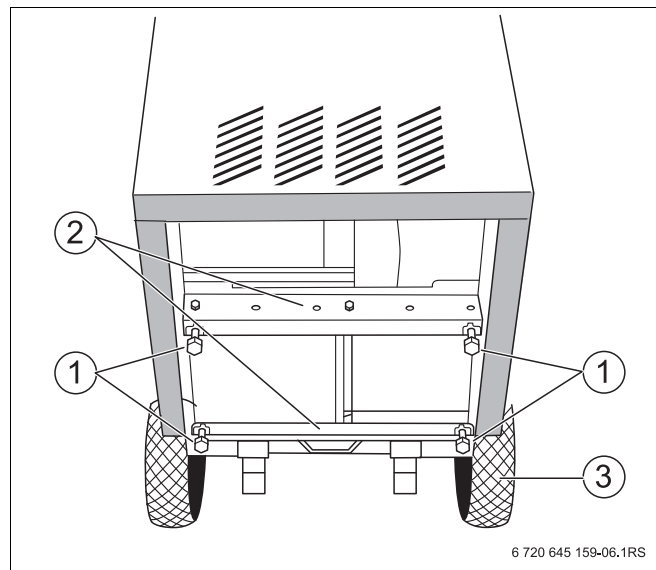

Рис. 6 Установка опорных болтов с помощью тележки для транспортировки котла
С помощью опорных болтов (Рис. 6, поз. 1) можно компенсировать возможные неровности фундамента или площадки, выровняв котел строго горизонтально.
- Котел, установленный на тележке для транспортировки (Рис. 6, поз. 3), слегка наклонить назад (Рис. 6).
- Закрутить опорные болты (Рис. 6, поз. 1) на 5 – 10 мм в резьбовые отверстия угловых планок (Рис. 6, поз. 2).